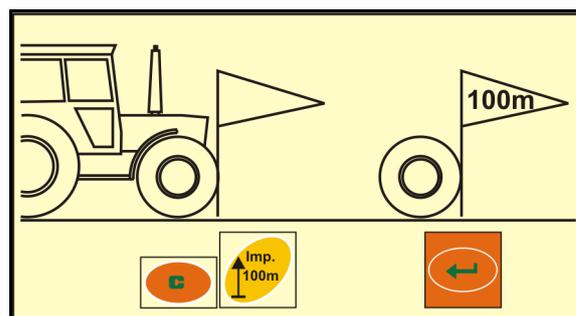

Fig. 73
2. Schlepper in Startposition (Fig. 73) und Sämaschine in Arbeitsstellung bringen (Saatgutdosierung evtl. unterbrechen).